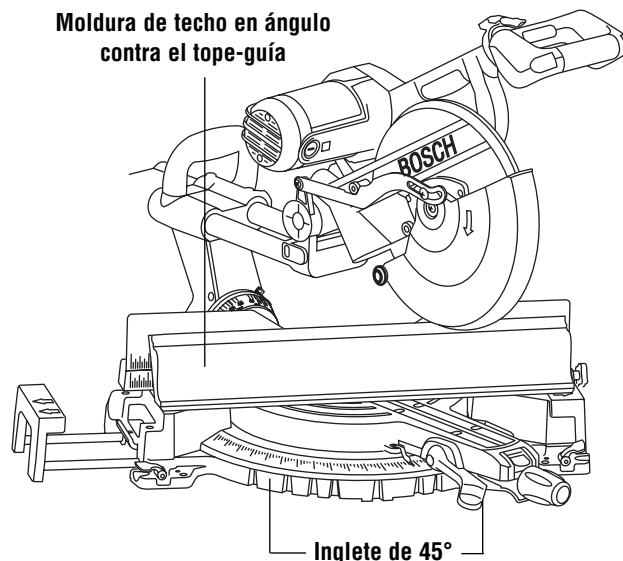

Figura 36. Moldura de techo en ángulo respecto a la mesa y al tope-guía
2. Para una esquina de 90°, ajuste el ángulo de inglete de acuerdo con la tabla de abajo. Apriete el pomo de fijación de inglete (Figura 36).